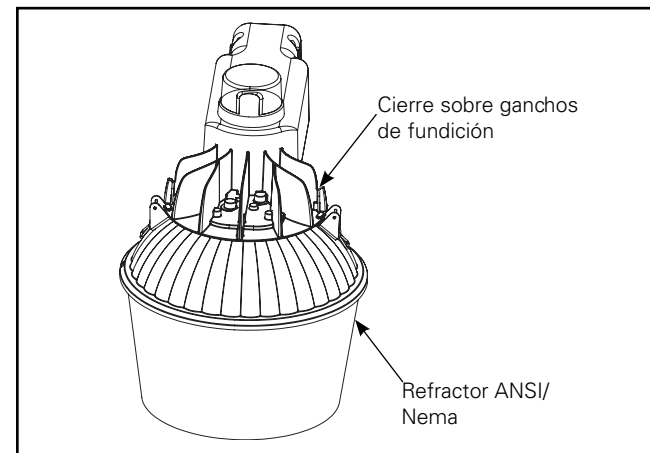

Figura 10.
1. Coloque los pestillos sobre los ganchos en la cubierta y apriételos para fijar el refractor a la cubierta. (Figura 10.)